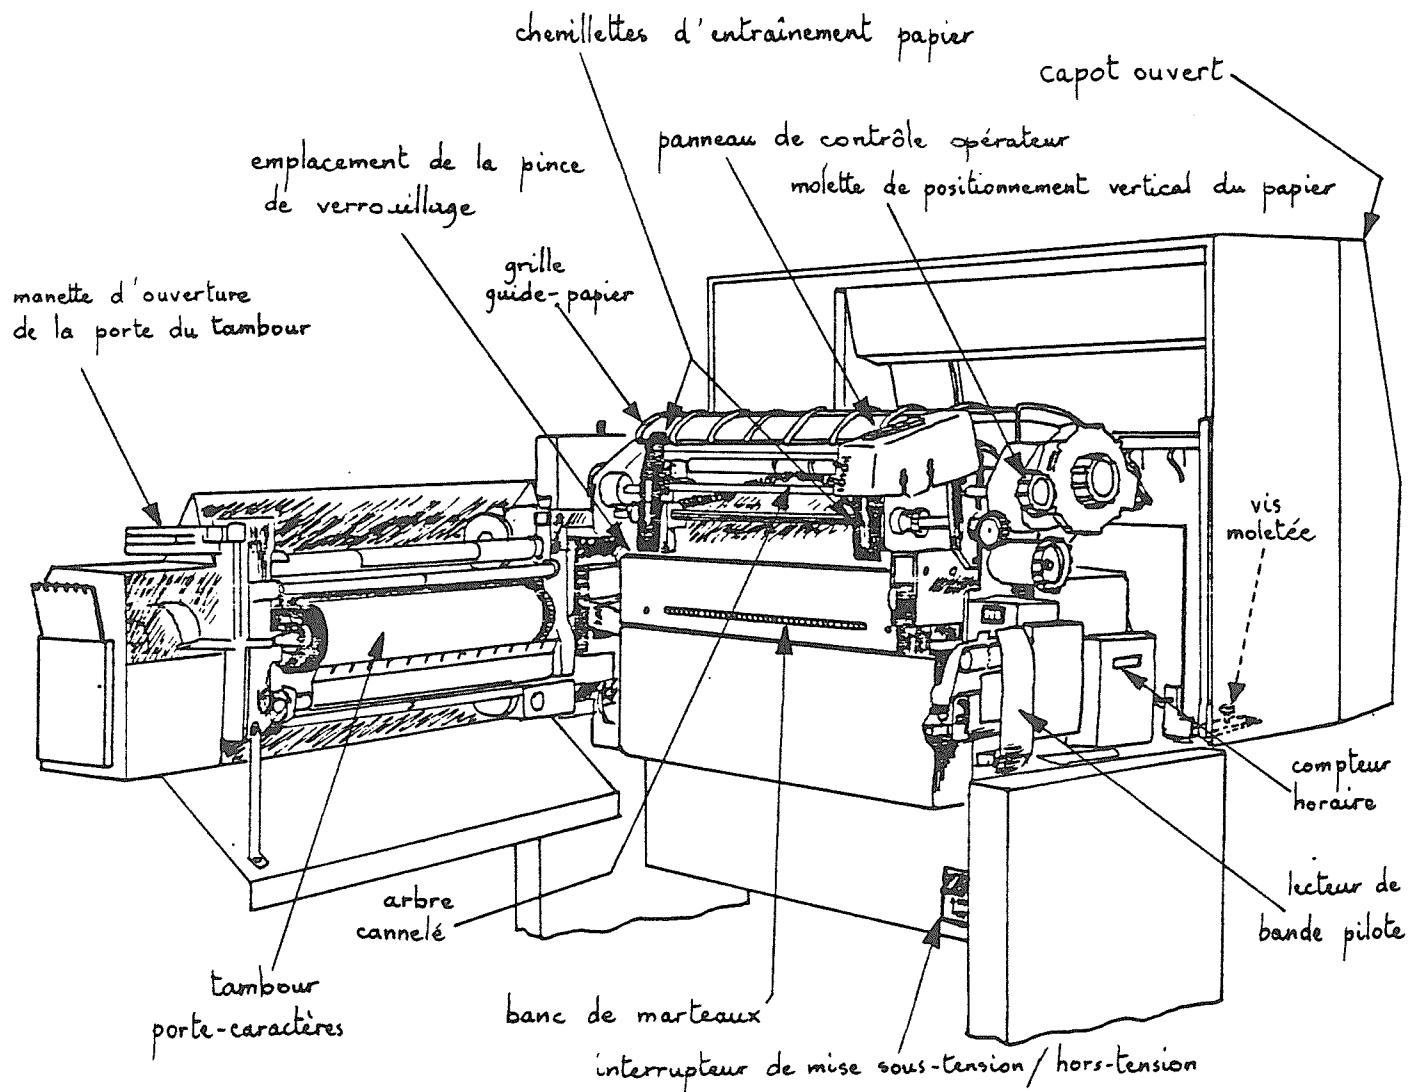
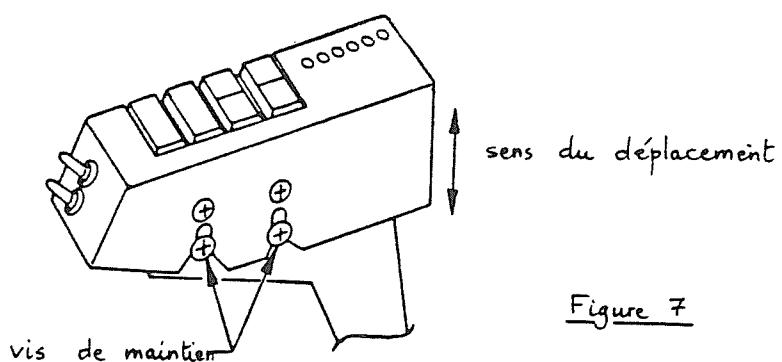
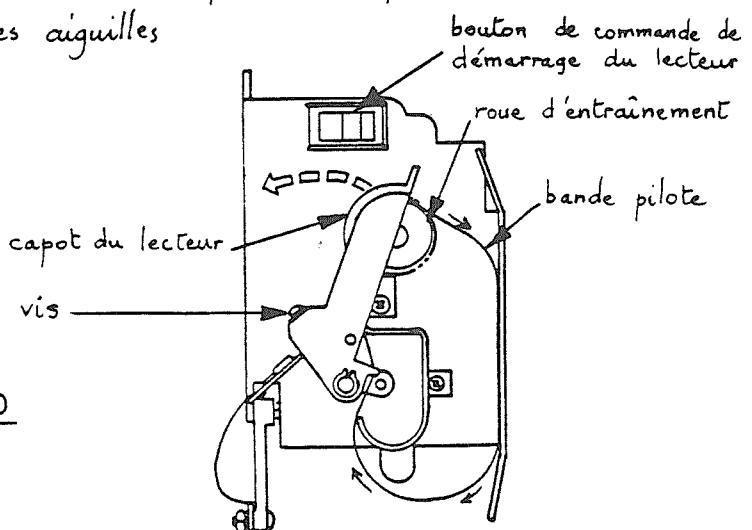
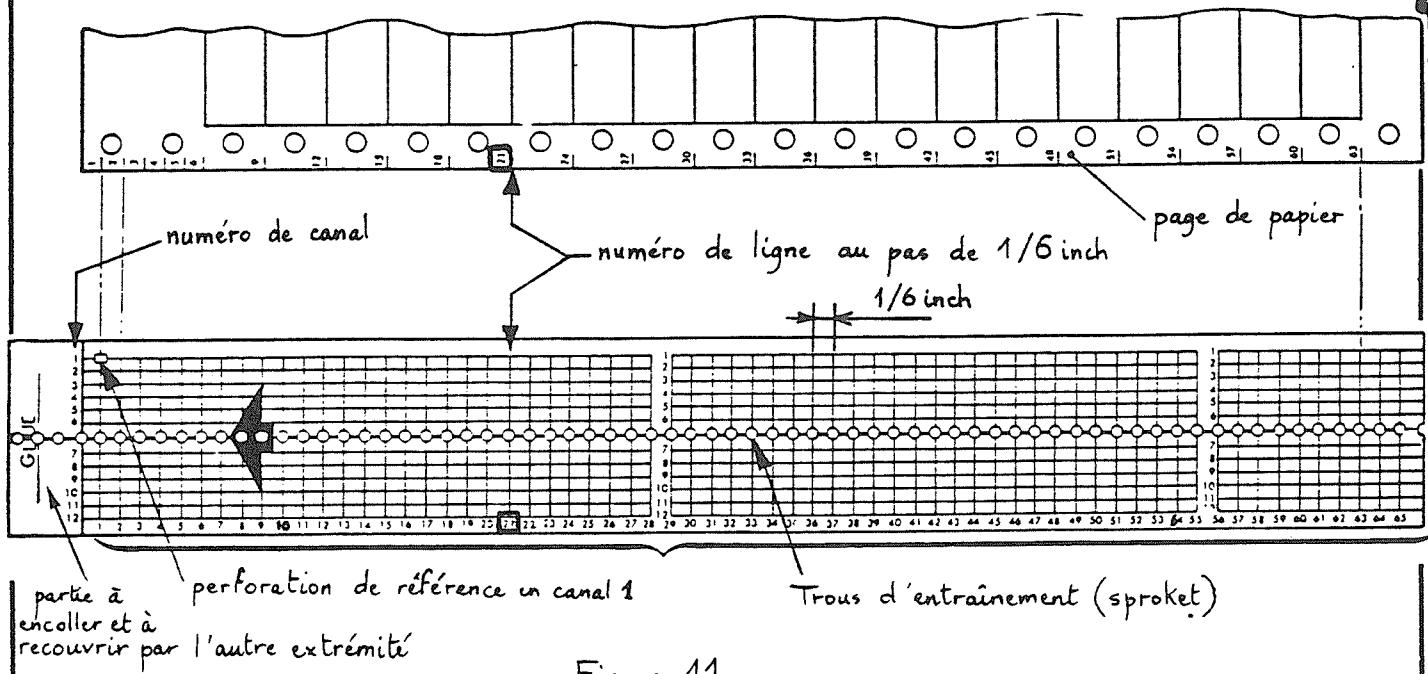

Figure 6
Figure 7
Figure 10
Figure 11
— Vérifier l'état général de la machine (traces de chocs, déformation, etc); et en particulier celui du panneau de contrôle opérateur (fig. 6)
- Basculer le capot vers l'arrière (fig 6)
- Ouvrir la porte du tambour et vérifier manuellement que le tambour tourne librement (fig. 6)
- Vérifier manuellement, en le bougeant légèrement latéralement, que le banc de marteaux se déplace sans aucun frottement. Sinon, le réglage nécessaire étant délicat, il devra être fait par un spécialiste. (fig. 6)
- Sur tous les types d'imprimante Data Products, vérifier, en tournant manuellement la molette de positionnement vertical du papier, (fig. 6) que le système d'entraînement papier tourne librement. Sinon, vérifier qu'aucune tresse de masse n'est venue bloquer une chenillette d'entraînement papier (fig. 6) et que l'arbre cannelé (fig. 6) n'a pas subi de choc entraînant un voilage.
— Pour éviter un endommagement du panneau de contrôle opérateur (fig 6) pendant le transport, celui-ci est positionné plus bas (au maximum) que sa position normale. Pour le positionner correctement, desserrer légèrement les vis de maintien (fig 7) et remonter le panneau opérateur de telle façon que les boutons poussoirs affleurent la fenêtre prévue à cet effet dans le capot, lorsque ce dernier est fermé, puis bloquer les vis (fig.7) et refermer le capot.
- Monter une bande pilote sur le lecteur (fig. 6) ; pour cela , ouvrir la porte du tambour (fig. 6) puis basculer vers la gauche le capot du lecteur de bande pilote (fig. 10) - Introduire une bande pilote en prenant soin de la positionner de telle façon que les dents de la roue d'entraînement ("sprocket") s'introduisent dans les trous correspondant de la bande pilote (fig.10 et 11) et que le canal 1 (fig. 11) de la bande pilote se situe vers l'extérieur du lecteur , c'est à dire dans le sens de la flèche sur la bande pilote indique le sens de rotation de la bande (celui des aiguilles d'une montre).
L'utilisation d'une bande pilote permet d'adapter la longueur des sauts de page à la hauteur des pages de la rame de papier employée. L'imprimante Data Products permet l'utilisation de bandes pilote à 12 canaux (standard IBM 1403), mais le coupleur limite l'utilisation aux canaux 1 et 2 (fig. 11). Le canal 1 guidera le saut vers le début de page et ne devra donc comporter qu'une seule perforation obligatoire qui servira de référence pour la longueur de la bande et donc du saut de page. Le canal 2 guidera les sauts demandés par une commande "VT" (vertical tabulation) et pourra comporter un nombre quelconque de perforations sur la longueur de la bande.
Les perforations rectangulaires ($1/16 \times 3/32$ inch) devront être faites aux intersections des lignes longitudinales correspondant au canal (fig. 11) et des lignes transversales graduées en 6 LPI (exclusivement) dont le numéro est donné sur le bord de la bande.
L'exemple donné figure 11 correspond à l'utilisation standard TEI : pages de 11 pouces, pas d'interligne 6 lignes par pouce (6LPI) donc longueur de bande 66 lignes.
- Sur une imprimante 2230 (pour distinction voir chapitre IV) démonter le capot après l'avoir basculé en arrière (fig. 6) en enlevant les 2 vis moletées de fixation sur les articulations situées de chaque côté à l'intérieur du capot (fig. 6), puis en tirant celui-ci vers l'arrière (poids 10 Kg environ).
Démonter ensuite les tresses de masses de la grille guide-papier (tournevis cruciforme) puis extraire cette grille de ses fixations en la tirant vers le haut (fig. 6).
- Basculer l'interrupteur principal de mise sous tension/hors-tension sur "ON" (fig. 6)
- Mettre la machine hors-tension puis, après quelques dizaines de secondes, à nouveau sous-tension - Environ 4 secondes après la mise sous-tension, le lecteur de bande pilote doit démarrer, sinon reprendre le réglage des tensions - Relancer plusieurs fois la lecture de la bande pilote en appuyant sur le bouton de commande de démarrage du lecteur (fig. 10) et vérifier que le lecteur s'arrête bien après environ trois tours de bande pilote - Si le lecteur ne s'arrête pas systématiquement à chaque opération, régler la pression des balais de lecture - Pour cela desserrer légèrement (petit tournevis cruciforme) les deux vis indiquées figure 10; la plaquette porte-balais doit se libérer légèrement, la basculer doucement comme indiqué (Figure 14) puis resserrer les deux vis sans forcer (filetage plastique très fragile).
- La machine étant sous-tension, la porte du tambour étant ouverte, appuyer sur le bouton marqué "TOP OF FORM" du panneau de contrôle opérateur (Fig.6) ; puis, en maintenant appuyé l'interrupteur du panneau de contrôle opérateur marqué "FORMS RESET", tourner la molette de positionnement vertical du papier (fig. 6) de façon à amener la pliure du papier quelques millimètres au-dessus de la ligne des marteaux, puis relâcher l'interrupteur (Pour ces opérations on pourra s'aider des repères gravés sur la plaque "inox" de protection des marteaux).